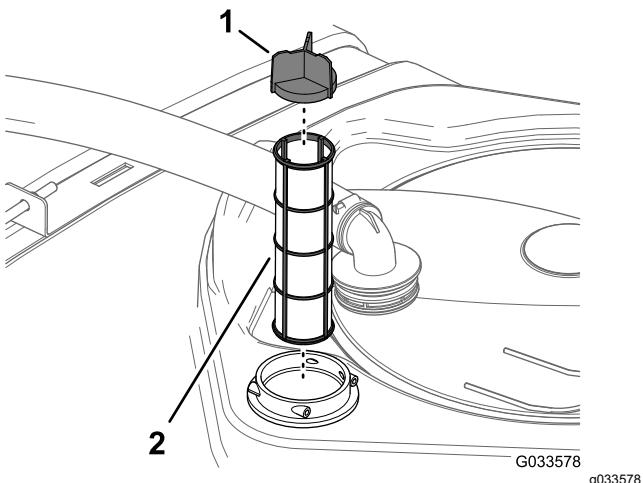

Figure 95
4. Sortez la crêpine d'aspiration du logement du filtre dans le réservoir (Figure 95).